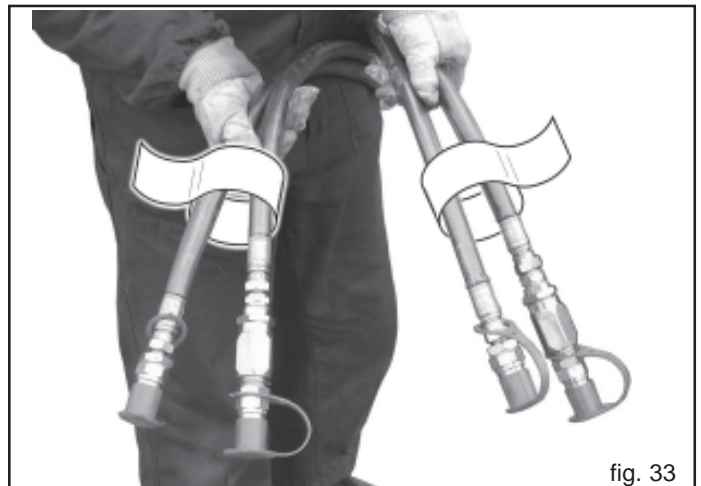

fig. 33
- 4) Collegare correttamente i tubi oleodinamici ai distributori del trattore seguendo l'indicazione riportata su ogni tubo (Fig. 33).